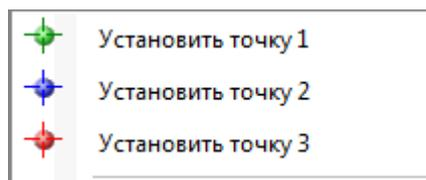

Рисунок 2.119
- графически: наведя курсором на нужные узлы и щелкнув правой кнопкой мыши (рисунок 2.119).